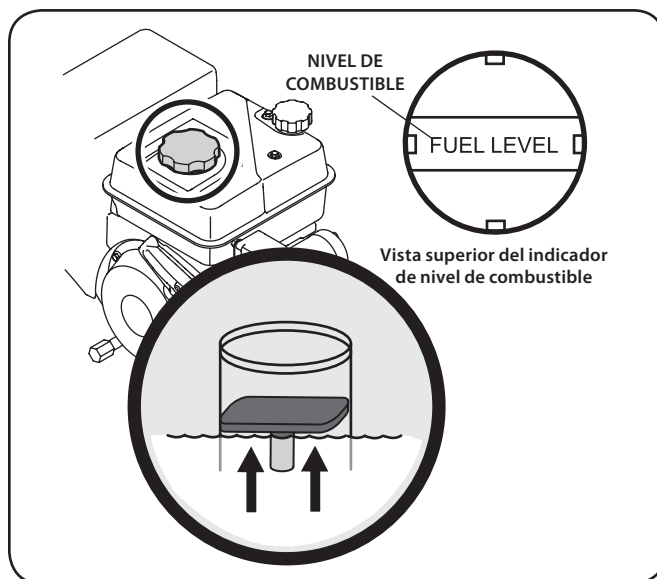

Figura 3-8
2. En el tanque de combustible hay un indicador de nivel. Llene el tanque hasta llegar al nivel de combustible del indicador; vea la Figura 3-8. Tenga cuidado para no llenar el depósito en exceso. Carga de gas y aceite